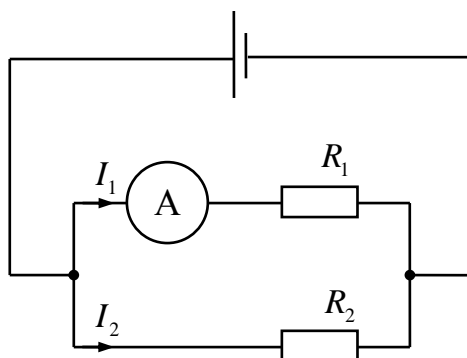

Рис. 1. Електрична схема експериментальної установки.
1. Електрична схема експериментальної установки наведена на рис. 1. При цьому амперметр по черзі підключається послідовно з  $R_1$  та  $R_2$ .